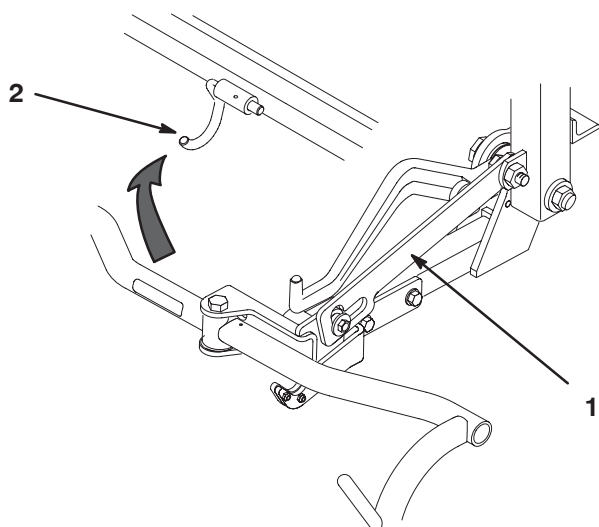

Figure 18
- C. Tirez la biellette fendue vers le haut et tournez le bâti de traction pour l'accrocher au crochet métallique (Fig. 18).